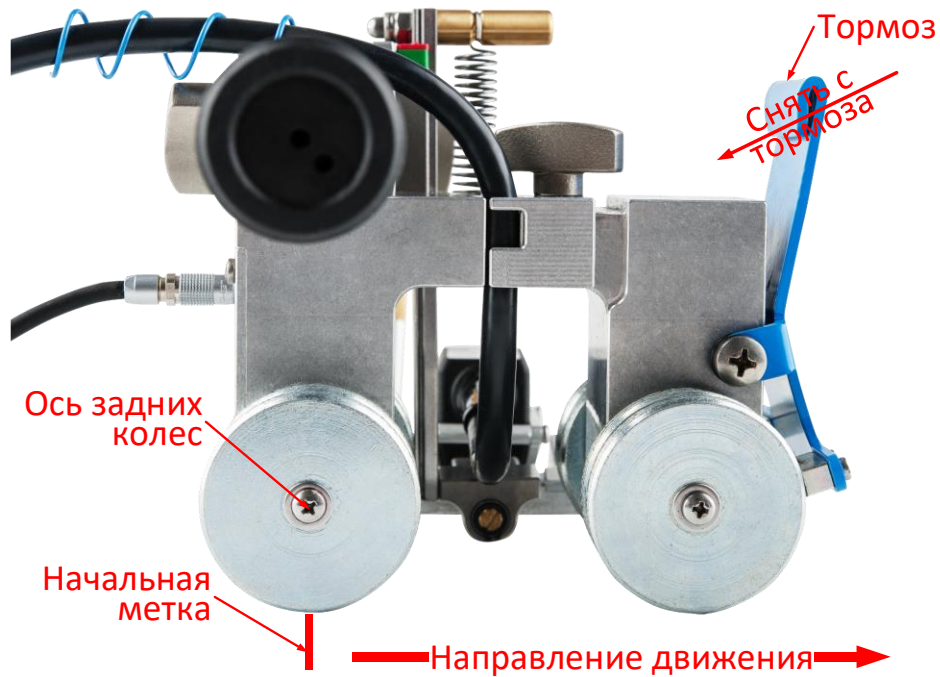

Рисунок 13 – Установка сканера в начальную позицию
2.3.7 Установить сканер в начальную позицию. Для фиксации точки отсчета на сканере можно использовать ось задних колес (рисунок 13). Перед началом движения снять сканер с тормоза, нажав на его верхнюю часть.